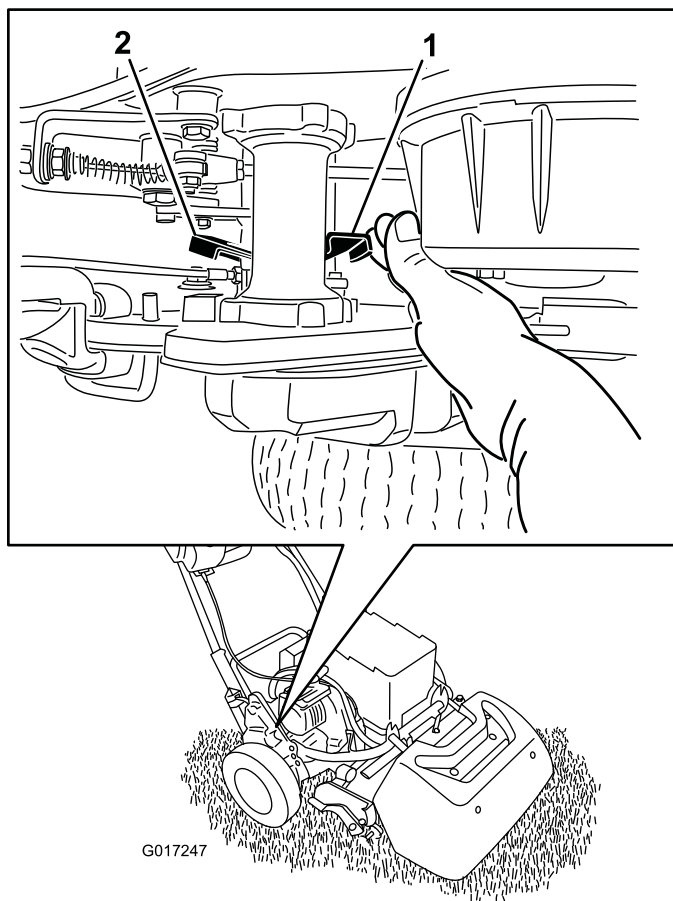

Figura 35
1. No canto posterior direito da máquina, localize a alavanca de engate/desengate da tração ao lado do tambor da transmissão (Figura 35).